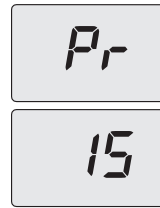

Рисунок 4.8
- Пролистайте параметры, используя кнопку 4 или 5 (Рисунок 3.1), до появления на ЖК-дисплее букв Pr, чередующихся с номером параметра 15, указывая на вход в «параметр 15» (Рисунок 4.8).
- Чтобы подтвердить внесенное значение, нажмите кнопку 3 (Рисунок 3.1). На дисплее в течение 3 сек. будет видна надпись "OK" (Рисунок 4.9), а затем появится список параметров (Рисунок 4.8).